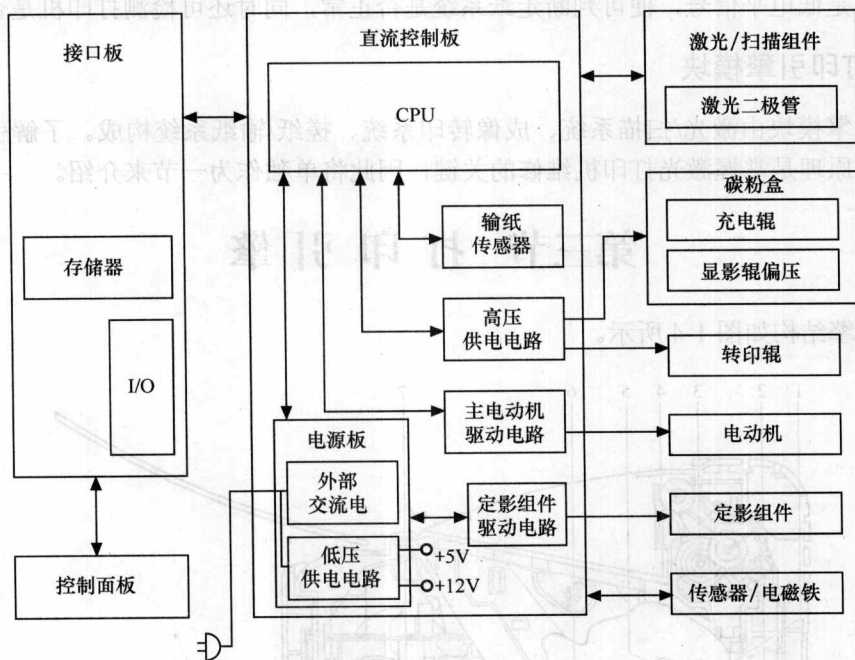

图 1-3 控制模块框图
② 直流控制功能。直流控制系统主要用来协调和控制打印机各系统之间的工作。它的功能包括：从接口系统接受数据；驱动控制激光扫描单元；接收来自传感器和开关的信息；控制交流、直流电的分布；控制高/低压电的分布等。图 1-3 表示了控制模块与其他系统之间的关系。